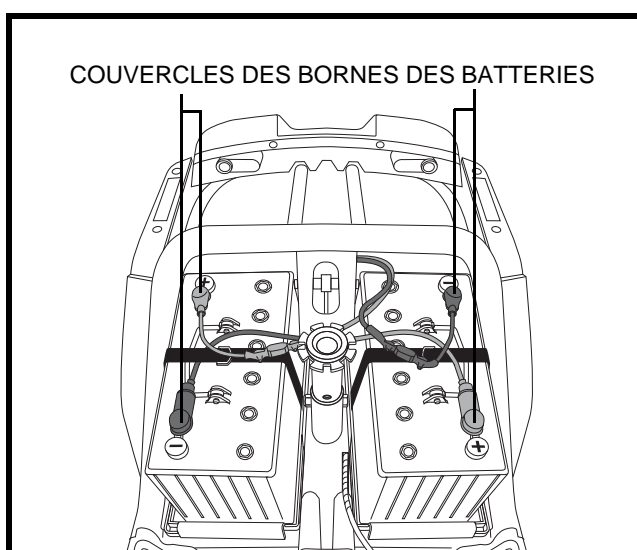

Figure 14. Enlèvement/installation des batteries
- Débranchez les câbles des bornes des batteries en soulevant la housse des bornes et en desserrant le boulon et l'écrou sur chaque borne. **Voir la figure 14.**